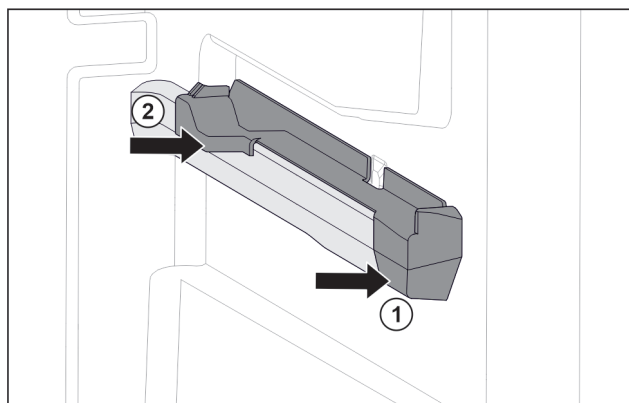

Fig. 104 Násuvný diel na pravom rebre nádoby
- ▶ Nasadzte násuvný diel vpredu na rebro nádoby. Fig. 104 (1)
- ▶ Pritlačte násuvný diel vzadu. Fig. 104 (2)